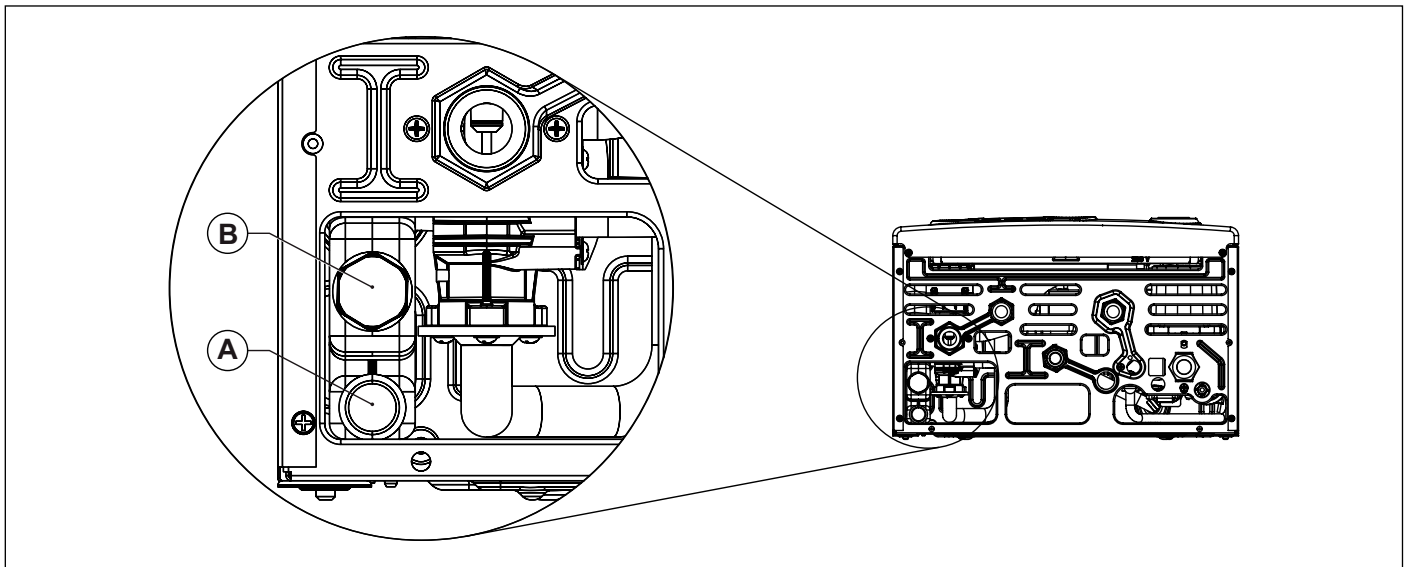

Fig. 21 Evacuare condens
Sistemul de evacuare a condensului trebuie să fie conectat la conexiunea corespunzătoare (A) prevăzută în centrală (vezi Fig. 21 Evacuare condens).